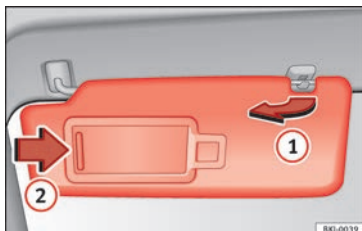

Fig. 153 Parasol del lado del conductor.
- El parasol puede extraerse de la fijación y girarse hacia la puerta » **fig. 153** ①.